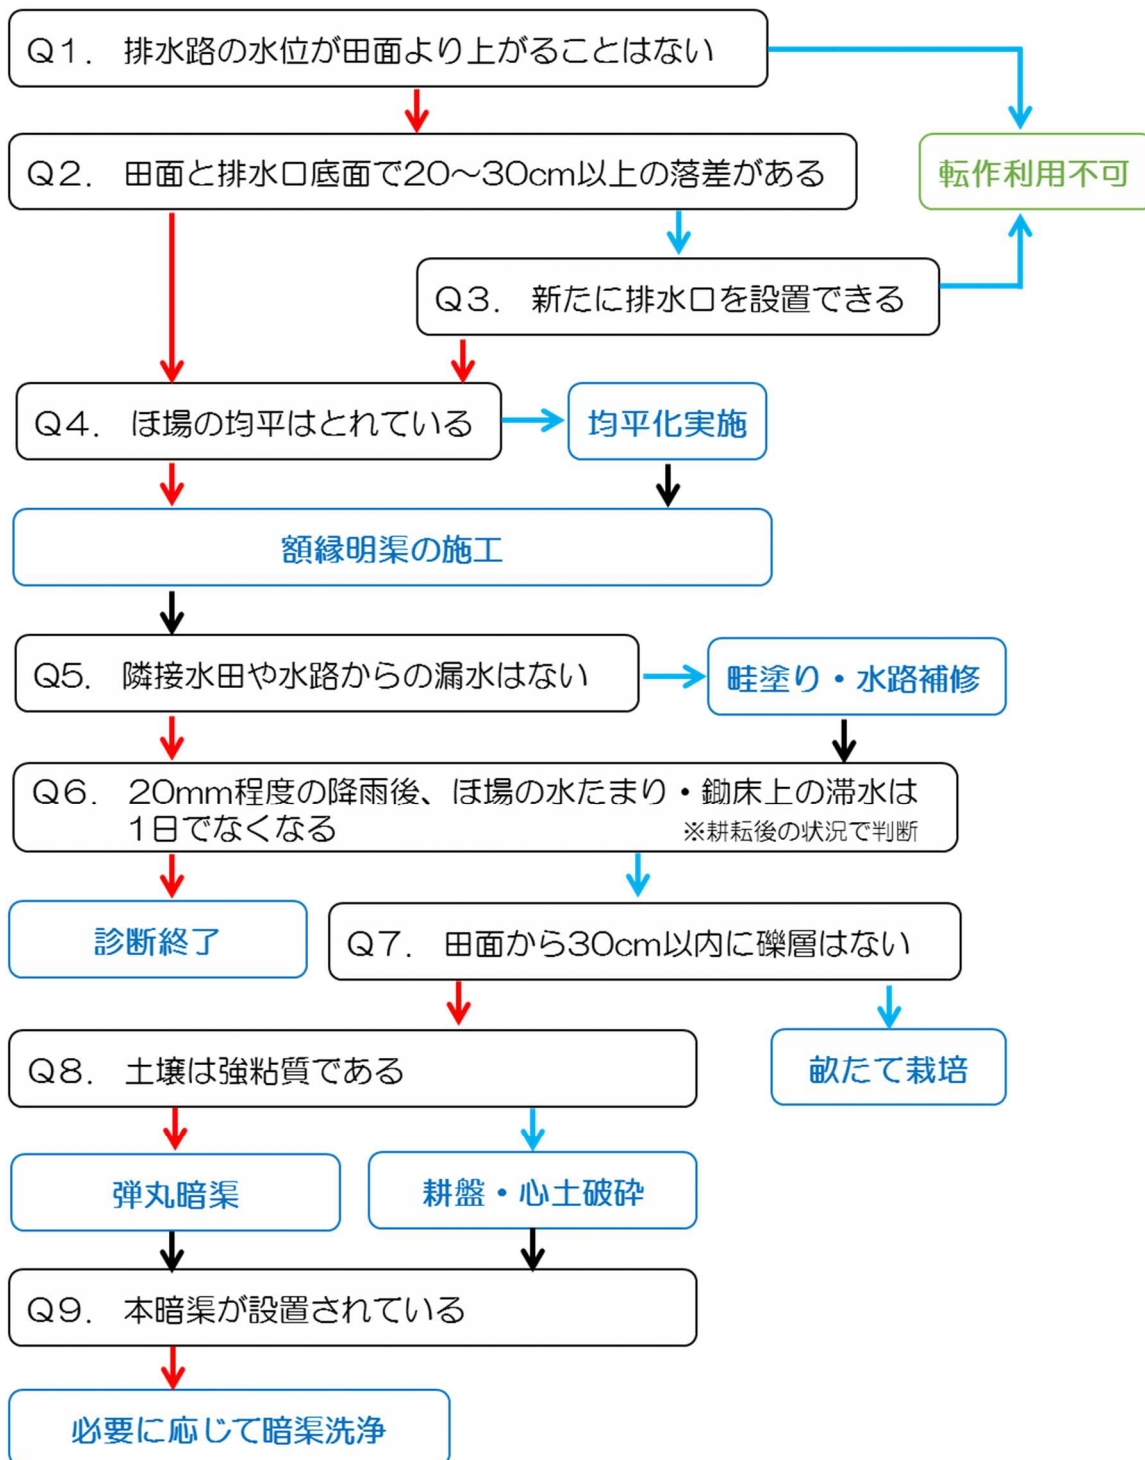

図1 排水対策診断フローチャート（簡易版）
(1) 排水不良要因を、①ほ場外への排水性に問題がある ②ほ場内への流入がある ③地下浸透に問題がある といった3つに大別し、それぞれの診断ポイントについて順を追って診断できるように作成している(図1)。
(2) これまでに農業試験場が作成・公表している技術マニュアルについて、排水対策に関連するものを含めて作成している。
(3) 農業者の利用も考慮し、診断自体は専門的な器具を可能な限り使わずに行えるように作成しており、指導者から農業者まで広く利用できる。